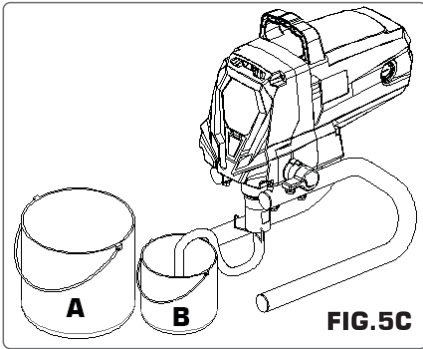

FIG.5C
Coloque um recipiente cheio de material de pulverização sob o tubo de sucção (A). Prenda o tubo de retorno (B) em um recipiente de resíduos (Fig. 5A). Gire o seletor de controle de pressão para a pressão máxima. Gire o Botão de Regulagem para a posição PRIME (Fig. 5B). Conecte o pulverizador à energia e mova o Botão LIGA/DESLIGA para a posição LIGADO (I). Desligue a bomba (O). Remova o tubo de retorno do recipiente de resíduos e coloque-o em sua posição operacional acima do recipiente de material de pulverização (Fig. 5C).